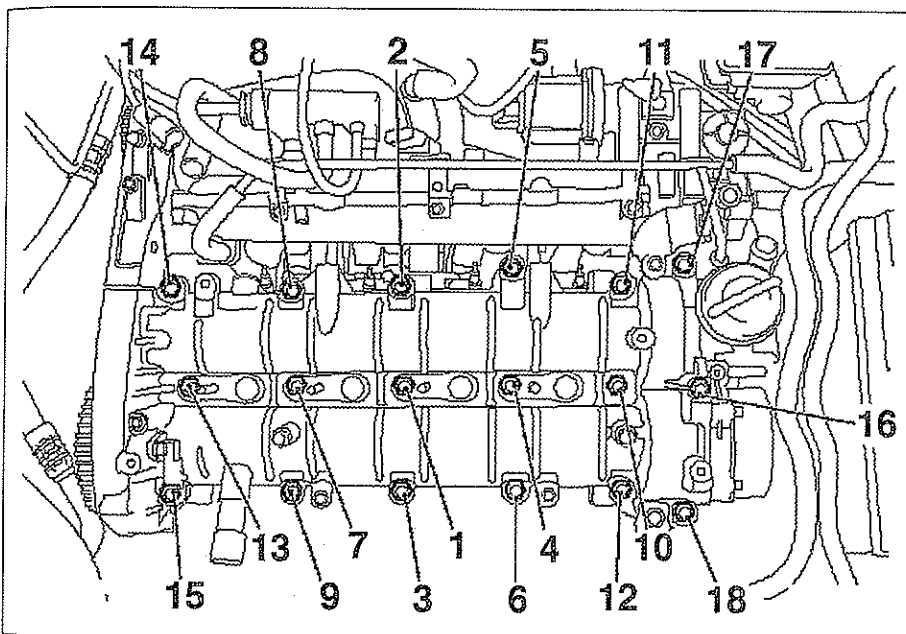

FIG. 30
- Colocar el cárter de ejes de levas en la culata apretar en el orden y al par de apriete prescritos los tornillos de cárter de eje de levas (fig. 30).
- Montar el cárter de eje de levas en la culata procurando que las superficies de apoyo estén perfectamente limpias y respetando el orden de apriete (fig. 30).